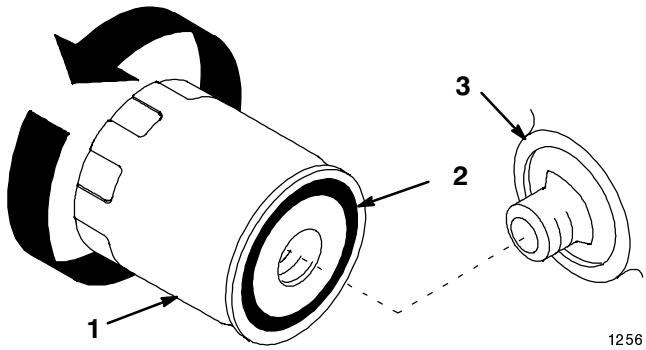

Abbildung 36
2. Den alten Filter herausnehmen und die Dichtungsfläche des Filteradapters abwischen (Abb. 36).
3. Eine dünne Schicht neues Öl auf die Gummidichtung am Austauschfilter geben (Abb. 36).
4. Den Austauschölfilter am Filteradapter anbringen. Den Ölfilter im Uhrzeigersinn drehen, bis die Gummidichtung den Filteradapter berührt. Dann den Filter um eine weitere 1/2 bis 3/4 Umdrehung anziehen (Abb. 36).